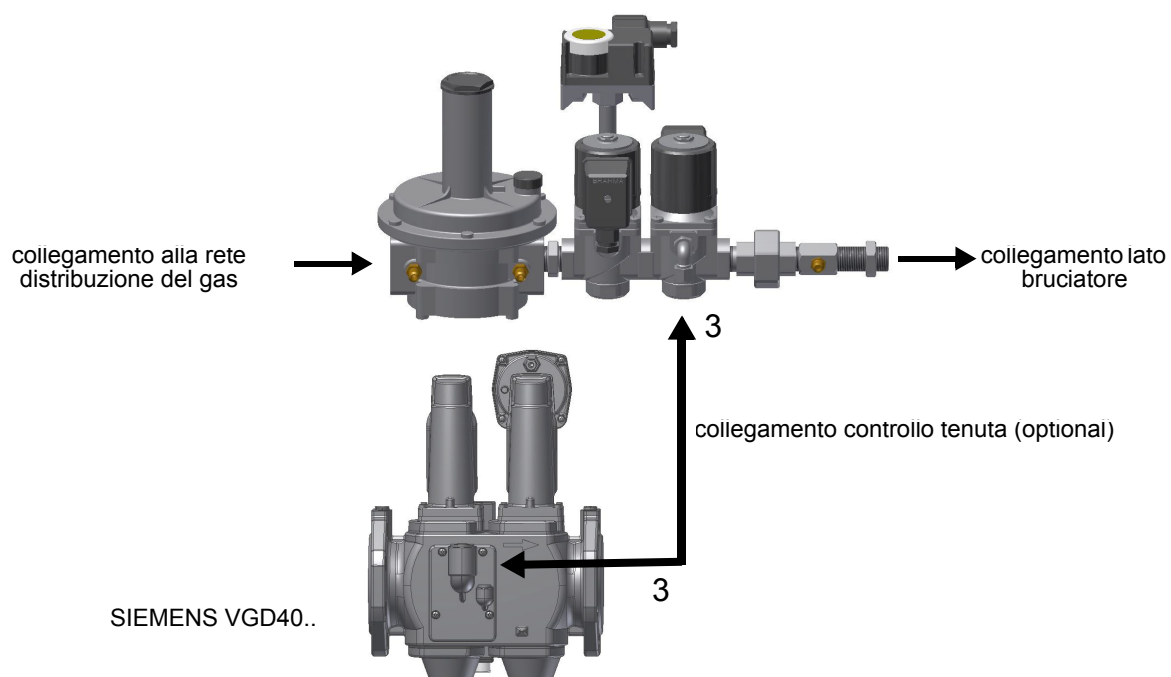

Fig. 1 - attacco (3) tubetto da rampa pilota al gruppo valvole della rampa principale (nello schema non è previsto ma si può eseguire)
**ATTENZIONE:** una volta montata la rampa secondo lo schema riportato in Fig. 1, deve essere effettuata la prova di tenuta del circuito gas, secondo le modalità previste dalla normativa vigente.
**Attenzione: il diaframma D dell'SKP2 deve essere verticale (vedi Fig. 1).**